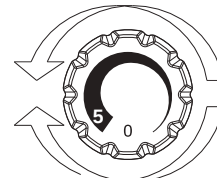

Abb. 2
- Die Temperatureinstellung beider Fächer erfolgt durch Drehen des Stelling-Rings (Abb. 2). Die gewünschte Position einstellen: